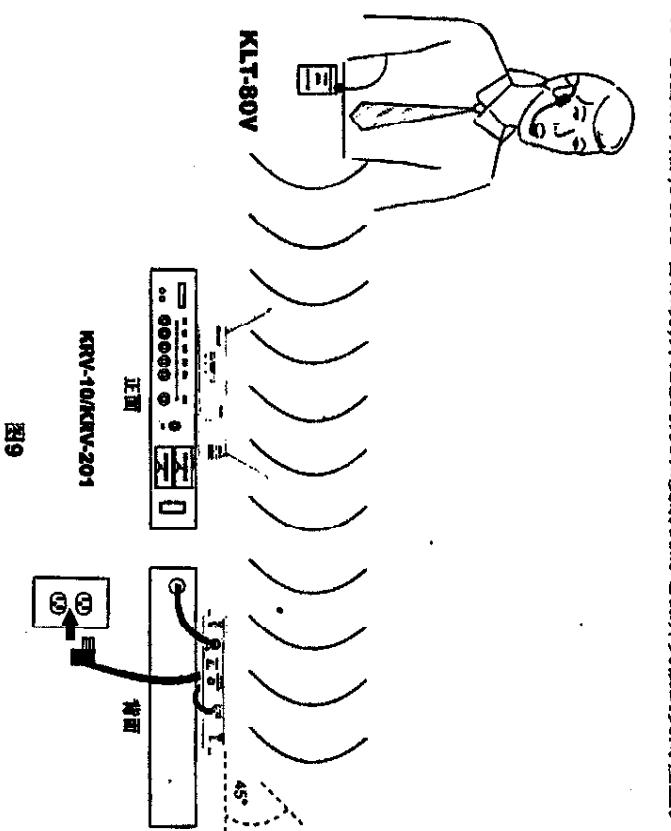

图9
1. 参看图9, 把随机提供的交流流转换器一端插入接收机背后的直流输入连接器, 把转换器的电缆线夹入固定扣“适用机型KRV-10”, 把其另一端插入墙壁插座或其他交流电源(HD41N110使用220伏/50赫电源, HD41N110E使用120伏/60赫电源), 推动接收机正面电源开关, 电源灯发红光。